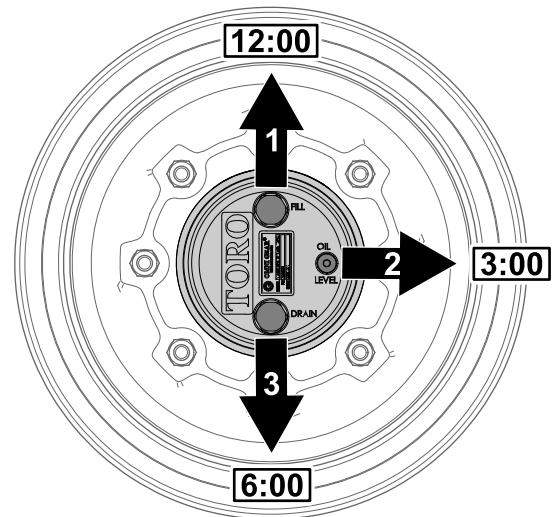

Figure 60
1. Garez la machine sur une surface plane et horizontale et positionnez la roue de sorte que le bouchon de remplissage se trouve à la position 12 heures, le bouchon de contrôle à la position 3 heures, et le bouchon de vidange à la position 6 heures (Figure 60).
2. Retirez le bouchon de contrôle à la position 3 heures (Figure 60).
1. Garez la machine sur une surface plane et horizontale et positionnez la roue de sorte que le bouchon de remplissage se trouve à la position 12 heures, le bouchon de contrôle à la position 3 heures, et le bouchon de vidange à la position 6 heures; voir la Figure 60 à la section Contrôle du niveau de lubrifiant du train planétaire (page 61).